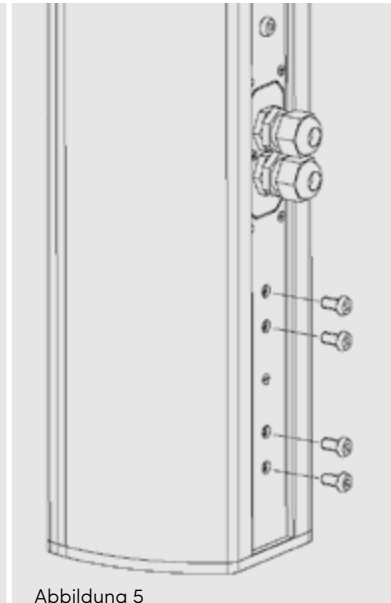

Abbildung 5
2. Entfernen Sie die vier bis sechs Linsenschrauben M6 unterhalb des Anschlussfeldes. **SIEHE ABBILDUNG 5.**